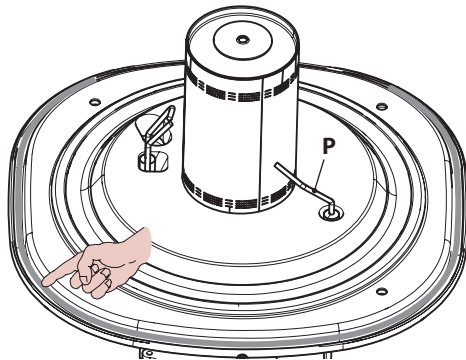

Figura 9.14
- La junta de silicona de la pared frontal de la cámara de combustión (Figura 9.14) debe cambiarse si está deteriorada, y en cualquier caso obligatoriamente cada 2 años.
- El electrodo de detección (P en la Figura 9.14) funciona también como sensor para la descarga correcta del condensado. Si este electrodo entra en contacto con agua de condensación contenida en la cámara de combustión, pone la caldera en bloqueo de seguridad. Por lo tanto, si se percibe que el